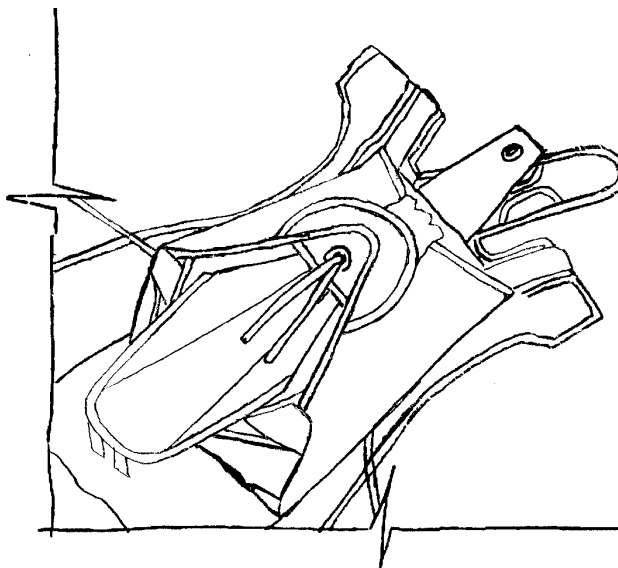
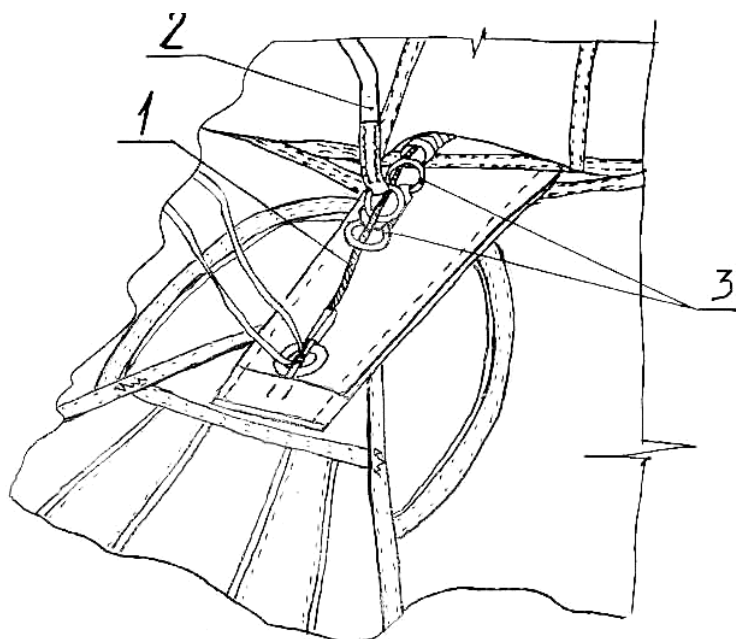
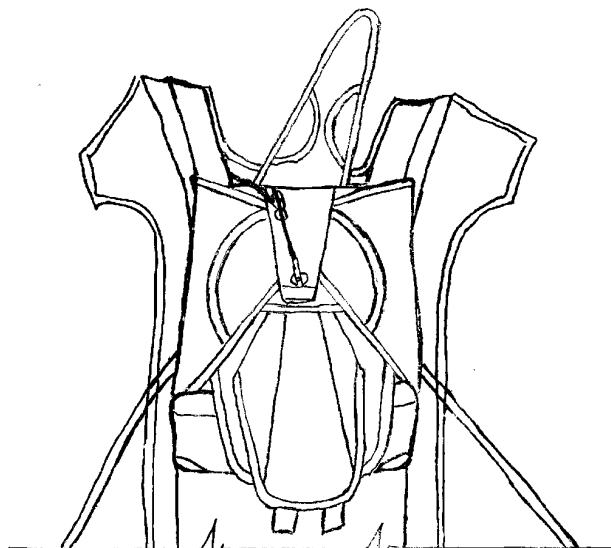

Рис. 38. Затяжка ранца.
Рис. 39. Затяжка ранца:
Рис. 40. Затяжка ранца.
Пропустить стропу-затяжку в люверс нижнего (рис. 38) и верхнего клапанов ранца, вытянуть зачехловочную петлю через люверсы и зачехловочной шпилькой (рис. 39) звена ручного раскрытия, предварительно пропустив трос звена через кольца системы «Транзит». Аккуратно удалить затяжку (рис. 40).
- 2. Для обеспечения надёжной работы системы «Транзит» направляющие кольца на верхнем клапане отсека ПЗ (рис. 39) должны быть разложены в разные стороны.*